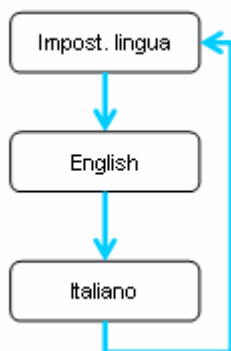

Fig. 11
- Premere ripetutamente il pulsante "Afficheur" fino a visualizzare l'informazione "Impost. lingua" (**Fig. 11**).